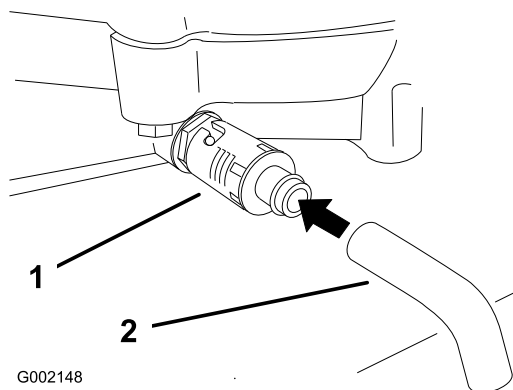

Figura 22
4. Coloque um recipiente debaixo do orifício de escoamento de óleo. Rode a válvula de drenagem de óleo para deixar o óleo drenar (Figura 22).